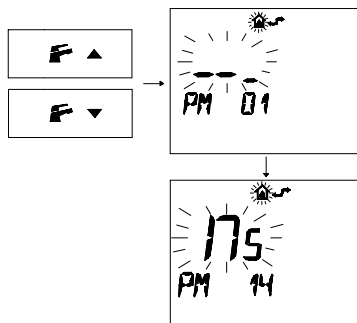

Figura 7.5
- Premere i pulsanti **F** o **F** per visualizzare la programmazione "PM14" Selezione della potenza di accensione (Figura 7.5).
Nella Figura 7.5 si visualizza un SET programmato di 175 corrispondente ad una potenza impostata pari al 70% della potenza massima. Il campo di regolazione va da 0 a 255 (100%).